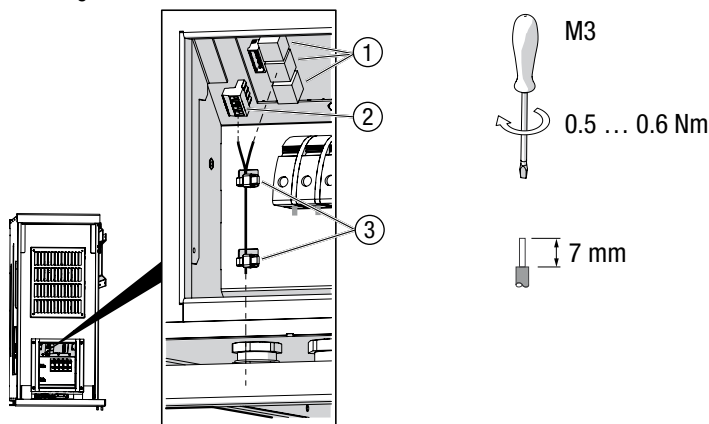

Bild 19 Netzwerkanschluss
3. Stecken Sie die Netzkabel in die RJ45-Buchsen (Bild 19/Pos.1) ein und prüfen Sie die Steckerverriegelung.
4. RS485-Klemmenanschluss (Bild 19/Pos.2): schließen Sie das RS485-Netzkabel wie folgt an:
5. Befestigen Sie die Kabel mit Kabelbindern an den Gehäuselaschen (Bild 19/Pos. 3).